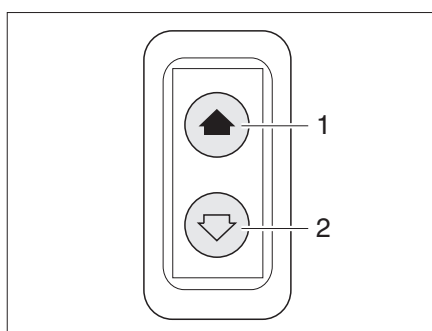

Fig. 22 Interruttore per alzacristalli elettrico
Il veicolo è dotato di un alzacristalli elettrico (Fig. 22) posto sul lato del conducente.
*Apertura:* ■ Premere l'interruttore in basso (Fig. 22,2).
*Chiusura:* ■ Premere l'interruttore in alto (Fig. 22,1).